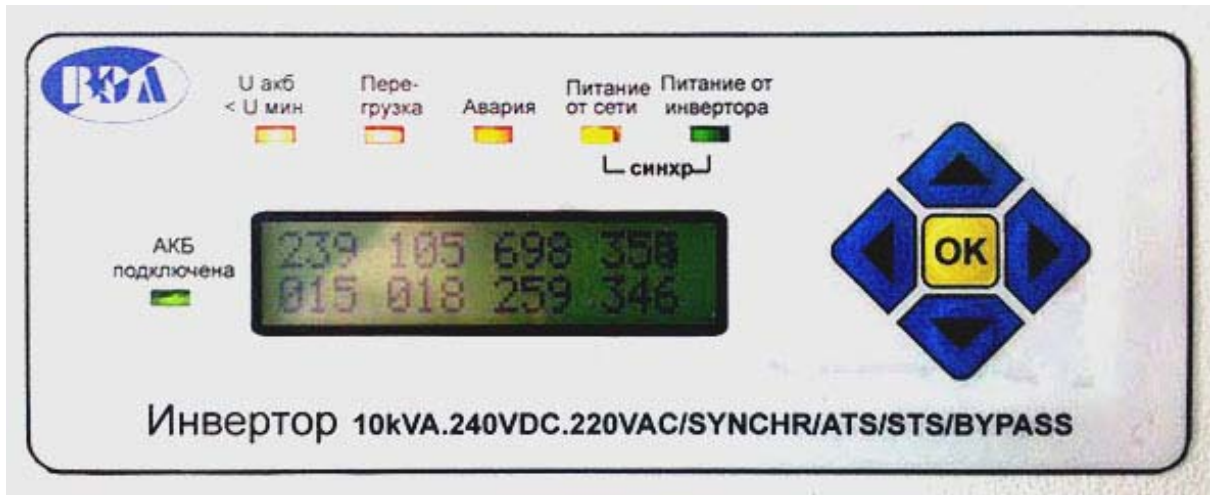

Рис. 2 Расположение органов управления и индикации инвертора
- 5.5. Расположение органов управления и индикации инвертора приведено на рис. 2.
- 5.6. Для удобства контроля режимов работы инвертора при запуске и эксплуатации, предусмотрена светодиодная индикация режимов работы, рис.2.